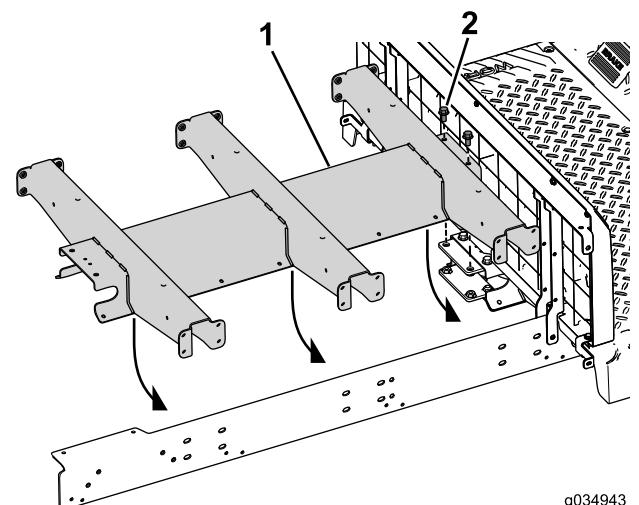

Рисунок 24
4. Вставьте два болта (3/8 x 3/4 дюйма) через центральный швейлер и заднее крепление (Рисунок 24).